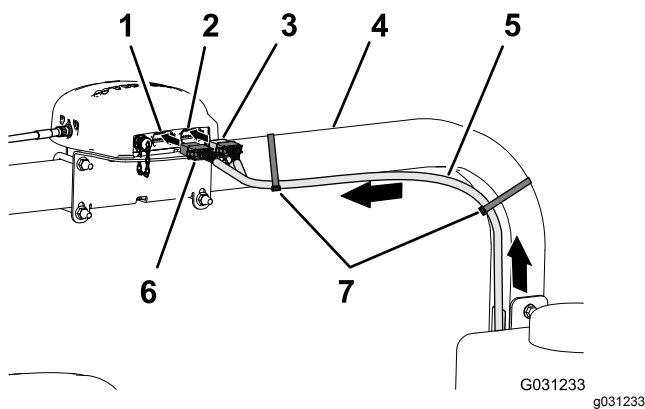

Figura 134
2. Disponete la diramazione da 390 cm del cablaggio dati lungo il tubo del ROPS di destra con il connettore a 12 prese (grigio) e il connettore a 12 prese (nero) in alto, verso il ricevitore di navigazione (Figura 134).
7. Fissate la diramazione da 390 cm del cablaggio dati al tubo del ROPS di destra con 2 fascette per cavi, come illustrato nella Figura 134.